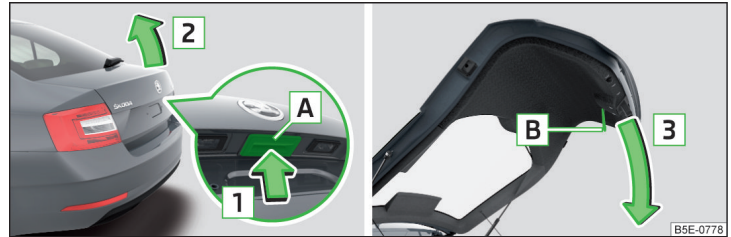

Abb. 58 Gepäckraumklappe öffnen/schließen
- ▶ Zum **Öffnen** die Taste **A** in Pfeilrichtung **1** drücken » Abb. 58.
Die Taste **A** » Abb. 58 wird beim Anfahren bzw. ab einer Geschwindigkeit von mehr als 5 km/h deaktiviert. Nach dem Anhalten und Öffnen einer Tür wird die Taste wieder aktiviert.